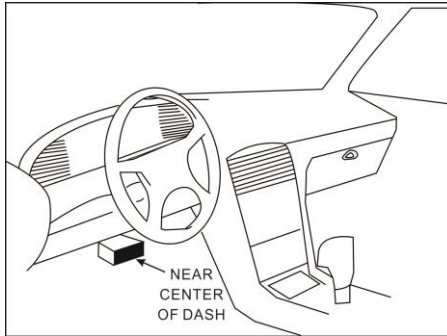

Abbildung 2-2
2. Die DLC-Buchse des Fahrzeugs suchen: Es stellt die Standard-16-Pin zur Verfügung und ist generell an der Fahrerseite angebracht, etwa 30 Zentimeter weg von der Mitte des Armaturenbretts. Siehe Abbildung 2-2. Wenn der DLC sich nicht unter dem Armaturenbrett befindet, wird es eine Beschriftung geben, die auf seinen Ort hinweist. Wenn der DLC nicht gefunden werden kann, schlagen Sie bitte im Automobil-Reparaturhandbuch nach.